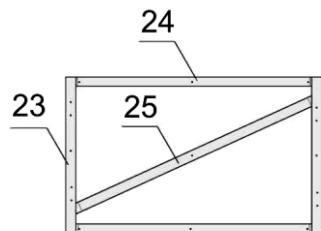

Рис. 8
- 3.5.1. Соедините две стойки форточки № 23 между собой двумя поперечинами форточки №24 (рис. 8).